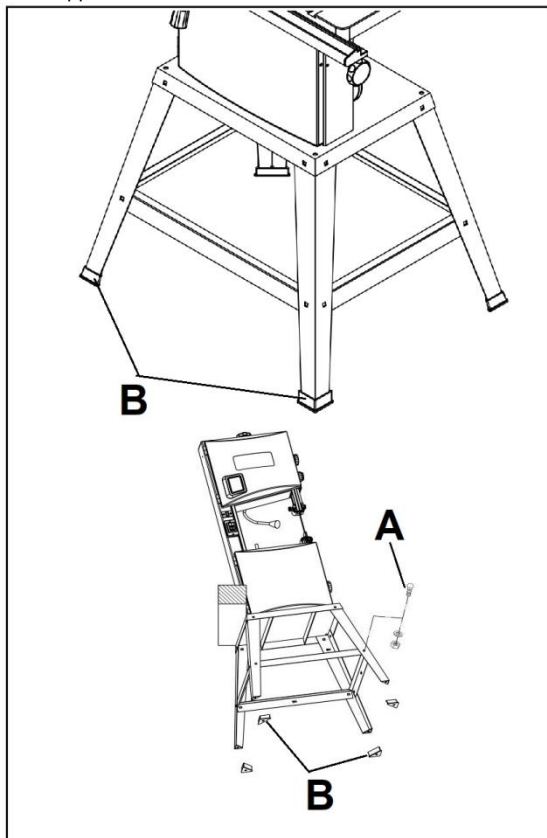

Рисунок 2
- Прикрепите ножки к основанию станка с помощью болтов M8x16 (А), плоских шайб 8 мм и шестигранных гаек М8 (Рис.2).
- Прикрепите по одной опоре (В) к каждой ножке станка (Рис.2).